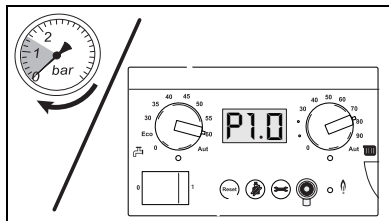

Bild 16 Läs av trycket
- Läs av trycket på den analoga tryckmätaren på anslutningsgruppen eller på manöverpanelen på BC10 (→ bild 16).
- Läs av anläggningstrycket igen på den analoga manometern eller på displayen på BC10 (→ bild 16). Om trycket är lägre än 1,0 bar måste den på- och avluftning som beskrivs ovan upprepas tills önskat tryck uppnås och värmeanläggningen är fri från luft.